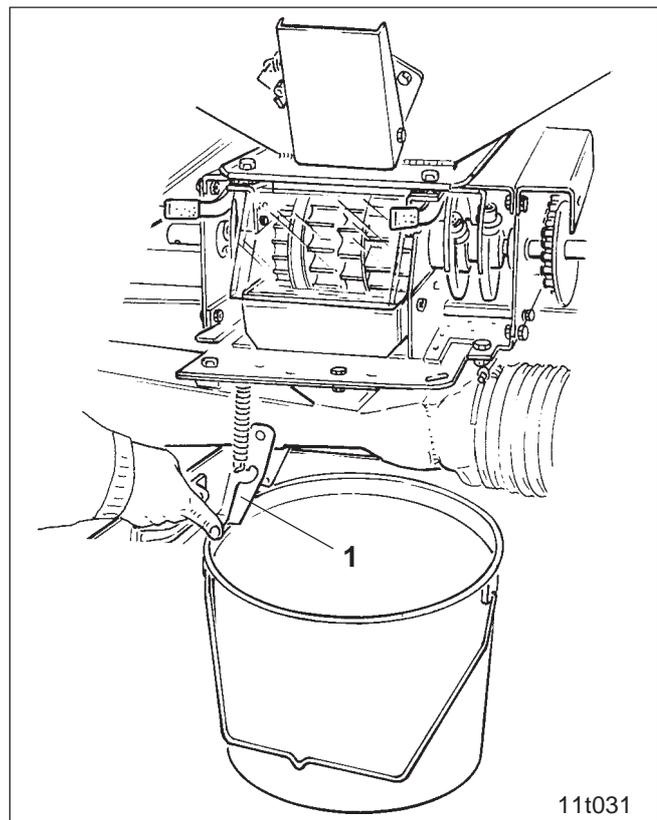

Fig. 16.8
- Injektorschleusenklappe (Fig. 16.8/1) schließen.